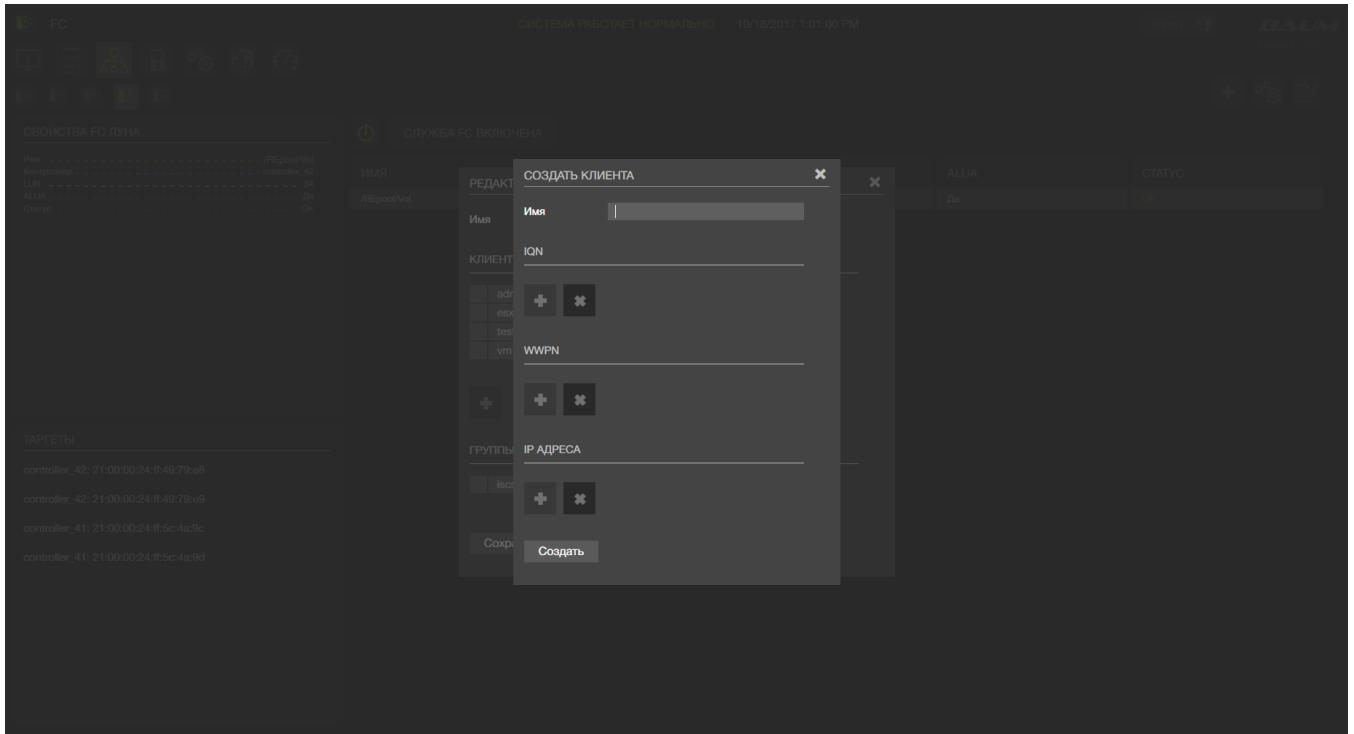

Рисунок 73 – Создать FC клиента
- 6) В подменю «WWPN» нажать на кнопку «Добавить WWPN» (см. Рисунок 73)